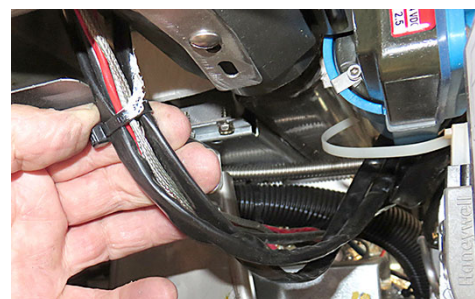

図 23
29. 上限ハーネスに取り付けられているジップタイをすべて切断します (図 23 を参照)。